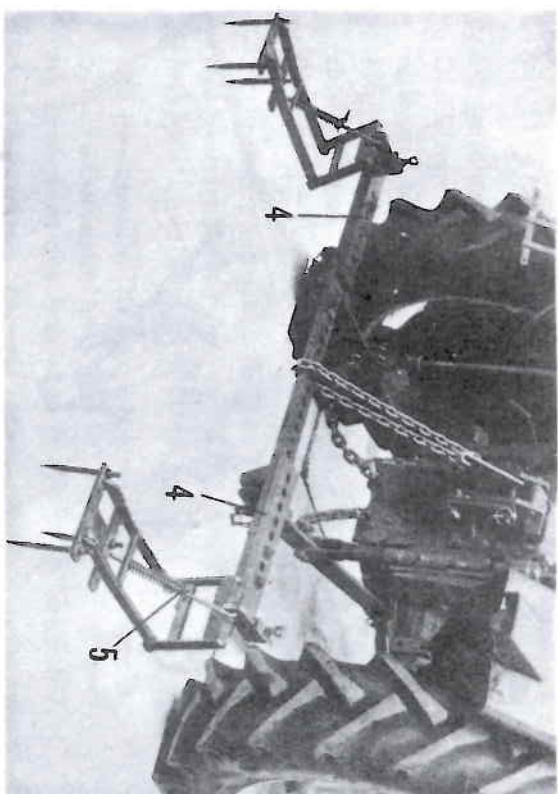

Abb. 111 Spurlockern während der Arbeit mit Fronthackmaschine
Zum Frontanbau wird die Hackmaschine nicht umgebaut, das heißt sie kann wahlweise vorn oder hinten gefahren werden. Für den Frontanbau werden zusätzlich Stützräder montiert. Während der Arbeit mit der Fronthackmaschine muß hinter dem Schlepper die Schlepperspur gelockert werden (Abb. 111).
3. Spurlockerer (Abb. 111) Die Spurlockerer werden über Halter (4) an der Ackerschienne befestigt. Die Halter (4) sind entsprechend lang und können auf der Ackerschienne für verschiedene Spurweiten aufgeschraubt werden. Die Spurlockerer sind abgedreht; über diese Feder (5) kann die richtige Belastung der Spurlockerer eingestellt werden. Die Ackerschienne wird in der richtigen Höhe mit der Tiefgang-Begrenzungskette fixiert.